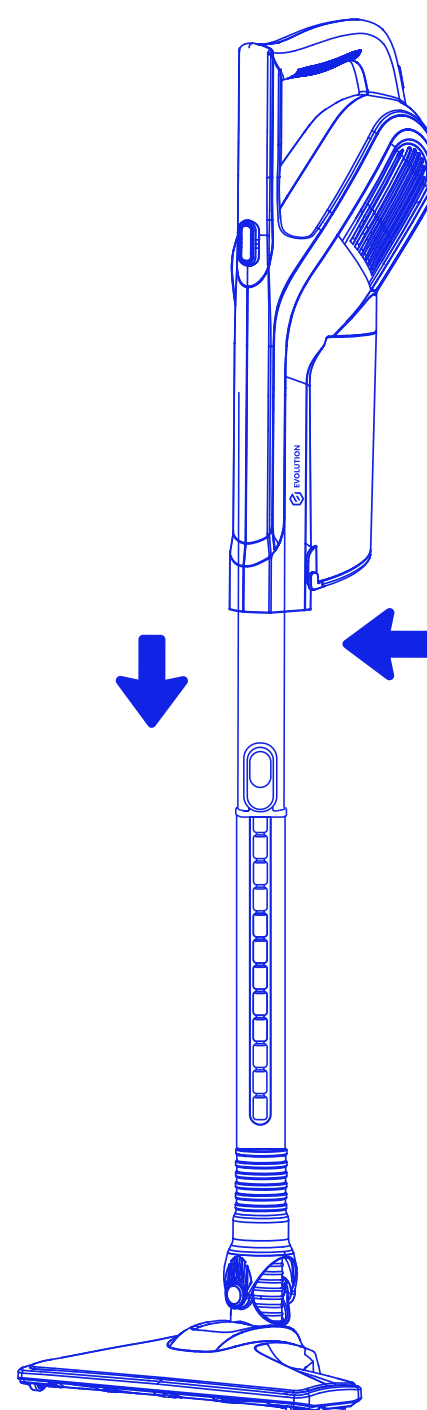

Рис. 2
- Для отсоединения удлинительной трубки от пылесоса нажмите кнопку, которая находится на задней стороне основного корпуса, и потяните за трубку. (Рис.2).